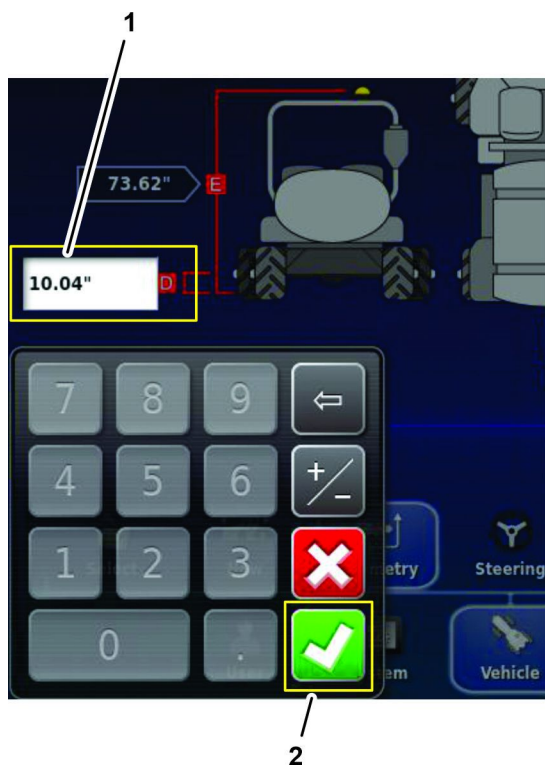

图 192
4. 按后轴中心线与地面图标D用显示屏键盘输入您在 测量车辆几何形状 \(页码 79\) 中记录在车辆几何形状表中的测量值然后按“确认”图标 图 192。